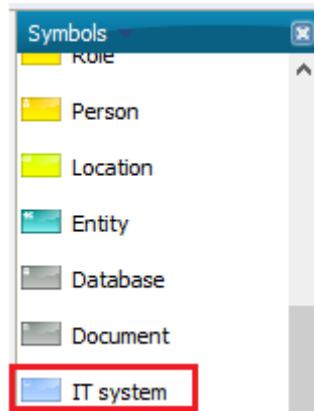

Рисунок 2.21
9. Поместить в область моделирования два объекта «IT system» и назвать их «Управление дистрибуцией» и «Управление взаимоотношениями с поставщиками» соответственно (рисунок 2.21).